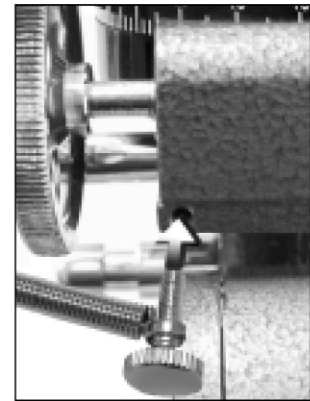

Fig. 14: Inserte el tornillo en la rosca.
2. Atornille el tornillo incluido en el resorte en la perforación junto al engrane de A.R. (vea la **Fig. 14**).